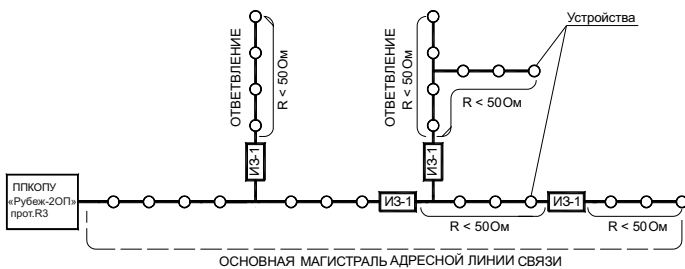

Рисунок 3
- разрывать радиальную АЛС (рисунок 3) в месте установки изолятора, ближайшего к точке короткого замыкания. Это локализует участок после изолятора и оставляет работоспособным участок АЛС между прибором и сработавшим изолятором шлейфа;
- радиальной АЛС (рисунок 3);